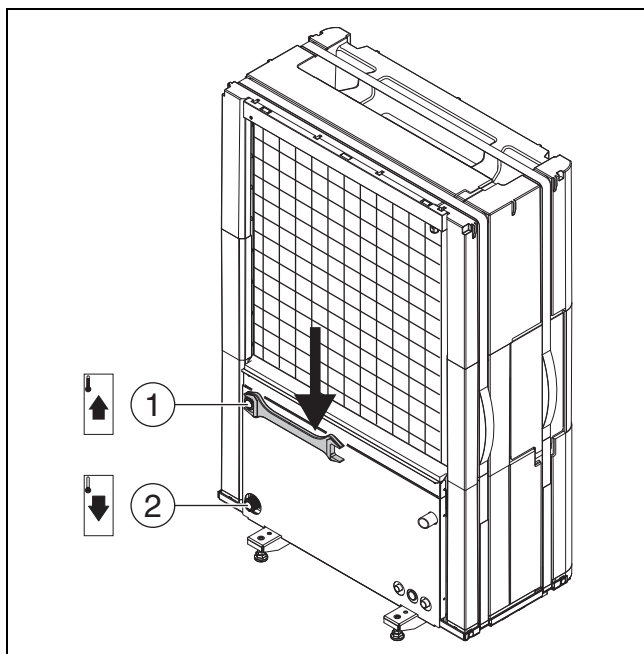

Fig. 18 Raccordements des tuyaux de fluide caloporteur, valables pour toutes les tailles
- Raccorder le départ de l'unité intérieure à la sortie de fluide caloporteur de la pompe à chaleur (→ [1], fig. 18).
- Raccorder le retour de l'unité intérieure à l'entrée de fluide caloporteur de la pompe à chaleur (→ [2], fig. 18).
- Serrer les raccords des tuyaux de fluide caloporteur à un couple de serrage de 120 Nm. Orienter la force vers le bas (→ fig. 18) pour éviter la charge latérale du condenseur.